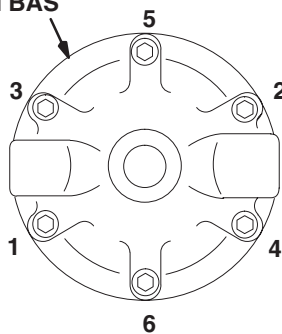

Fig. 5
5. Sortir le raccord tournant (23) et le ressort (40) du corps du régulateur.
6. Démonter la bille (20), le siège de vanne (16) et le joint (15). Voir Fig. 5.
14. Serrer l'écrou (13) sur le carter de la tige (18) à 28–47 N.m.
15. Monter la tige de vanne (9), le ressort (3), le joint (21) et la vis de fixation (10) sur le carter de la tige (18). S'assurer que la languette sur la tige de vanne (9) pénètre bien dans l'orifice de la vis (10).
16. Serrer la vis de fixation (10) sur le carter à 28–34 N.m.
17. Placer le ressort, la vis de réglage (12) et le chapeau sur le carter (6). Serrer les six vis (1) dans l'ordre indiqué à la Fig. 5, **Vue du dessous**, et au couple indiqué.
18. Monter le joint (15), le siège de vanne (16) et la bille (20) sur le carter (6).